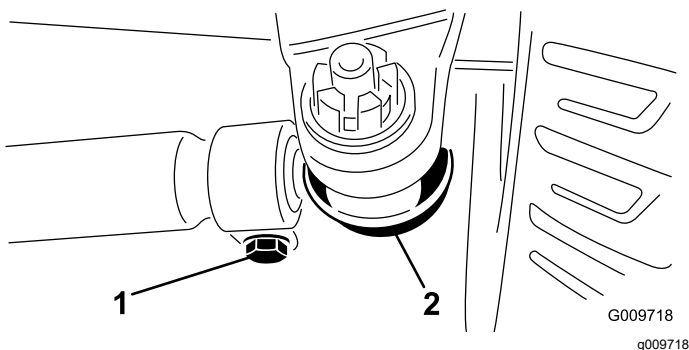

Figura 76
3. Per regolare, togliete la coppia e il dado da uno dei giunti a sfera del tirante (Figura 76). Togliete il giunto a sfera del tirante dal supporto della scatola del ponte.
4. Allentate i fermi su entrambe le estremità dei tiranti (Figura 76).